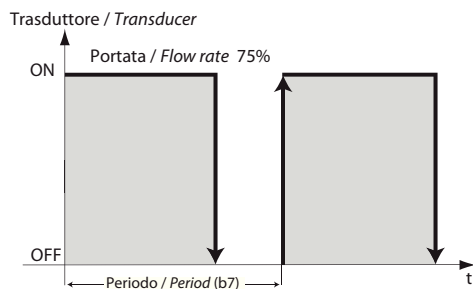

Fig. 6.e
- 51% - 99%: una coppia di trasduttori è sempre attivata per generare il 50% della produzione richiesta, l'altra modula come nel paragrafo precedente per generare la restante percentuale di produzione. (Es. Richiesta al 75%: una coppia di trasduttori è sempre attivata, l'altra modula al 50% come in fig. 6.d)
- 10% - 50%: una coppia di trasduttori è sempre spenta, l'altra modula come nel paragrafo precedente per generare la percentuale di produzione richiesta. (Es. Richiesta al 25%: una coppia di trasduttori è sempre spenta, l'altra modula al 50% come in fig. 6.d).